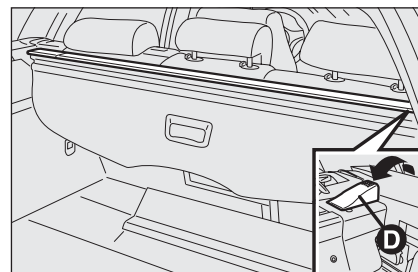

fig. 19
ATTENZIONE Per togliere la tendina arrotolarla e verificare che anche la rete di separazione abitacolo (ove prevista) sia arrotolata (vedere paragrafo seguente), quindi sollevare verso l'alto la leva **D-fig. 19**. Sollevare e sfilare la tendina dal bagagliaio.
- mantenendo la leva **D-fig. 19** sollevata inserire la tendina nell'apposita sede sul lato destro;